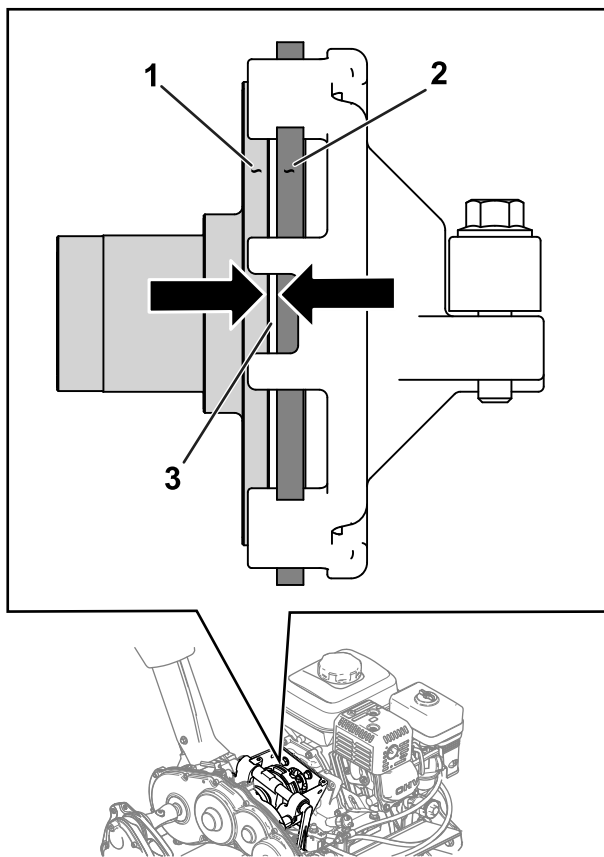

Figure 37
2. Desserrez les écrous de blocage et réglez le câble de commande de déplacement (Figure 36) de manière à laisser un jeu de 1,1 mm entre le disque de friction et le plateau de pression (Figure 37).